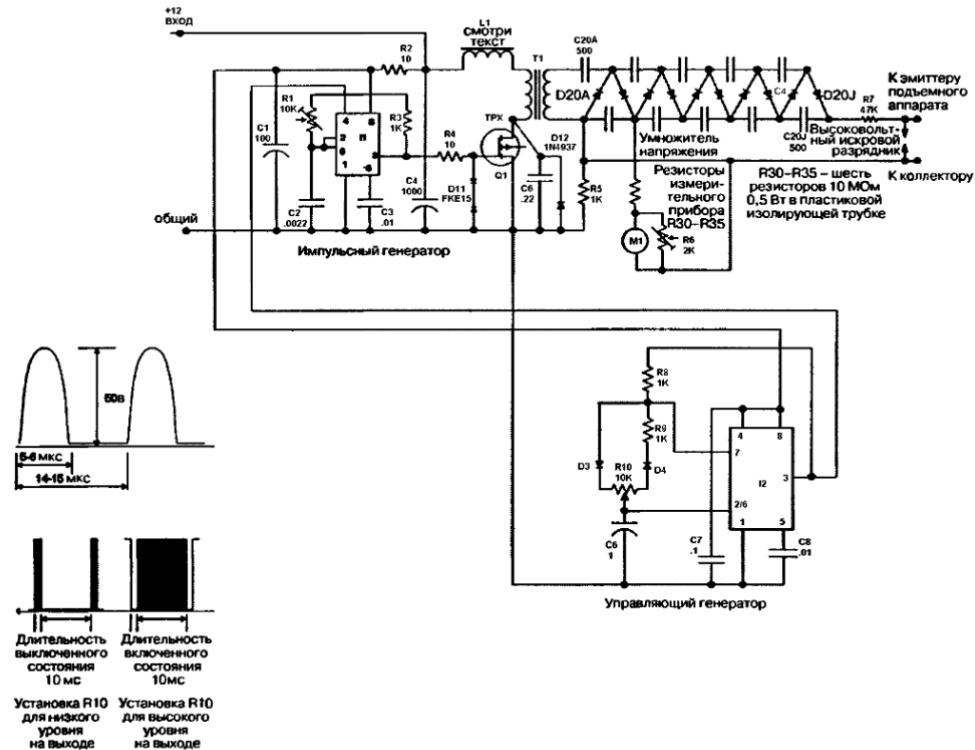

Рис. 1.2. Принципиальная схема источника питания для подъемного аппарата
Вашему подъемному аппарату потребуется высокое напряжение постоянного тока при сравнительно малом токе нагрузки. Схема вторичного источника питания устройства показана на рис. 1.2. Он вырабатывает 30000 В при токе нагрузки 1 мА, что соответствует 30 Вт выходной мощности. Такой мощности обычно достаточно для питания правильно собранного подъемного аппарата в виде равностороннего треугольника с длиной каждой стороны 90 см на расстоянии 3 см до проволочного эмиттера. Этот источник питания легко обеспечивает описанное здесь устройство с длиной сторон 20 см. Хотя ток достаточно мал, соприкосновение с устройством без надлежащих мер защиты может вызвать безвредный, но болезненный удар.
Индуктивность первичной обмотки T1 и конденсатор C6 образуют резонанс на частоте, определяемой их параметрами, и являются нагрузкой ключевого каскада Q1 на полевом транзисторе (FET). На рис. 1.2 показана форма сигнала на первичной обмотке T1 с амплитудой, которая составляет 50 В, временными параметрами сигнала длительностью 5–6 мкс и периодом повторения 14–15 мкс. В нижней части рис. 1.2 эти же сигналы при развертке на несколько порядков выше, чтобы показать длительность управляющих импульсов с временем включения/выключения по 10 мс. Импульсы генератора I1 на этом рисунке будут сигналами частотного заполнения с огибающей, определяемой параметрами управляющего генератора I2. Длительность управляющего сигнала может принимать
5. Включите питание и добейтесь вращением оси переменного сопротивления R1 формы сигнала, соответствующей показанной на рис. 1.2. В искровом разряднике может иногда возникать искра, его необходимо отрегулировать изменением высокого напряжения до величины на грани срабатывания. Обычно это 25–30 кВ.